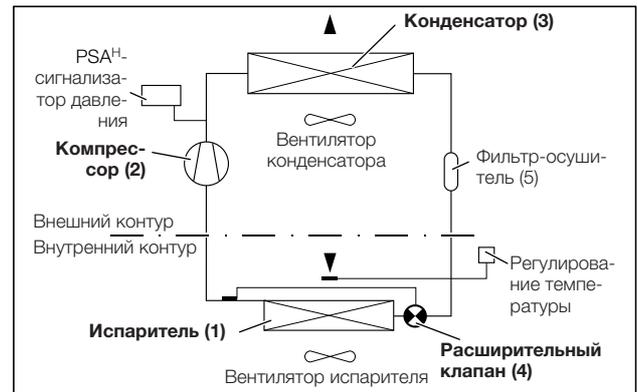

Рис. 1: Контур охлаждения
Холодильный агрегат (компрессорная холодильная установка) состоит из четырех основных компонентов (см. рис. 1): испаритель (1), компрессор (2), конденсатор (3) и регулировочный или расширительный клапан (4), которые связаны между собой при помощи трубопроводов.